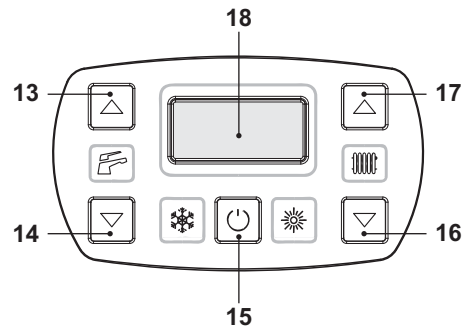

Figura 2.3
- Mantenga pulsado durante 2 segundos el botón 15 hasta que aparezcan en la pantalla los dos símbolos  y , Figura 2.3.